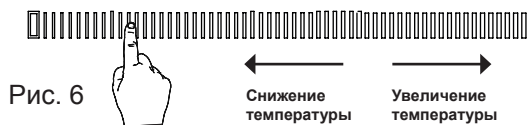

Рис. 6
- Вы можете отрегулировать температуру, коснувшись элемента управления прокруткой нужной зоны нагрева. (Применяется к изделиям с ползунком, см. рисунок 6)